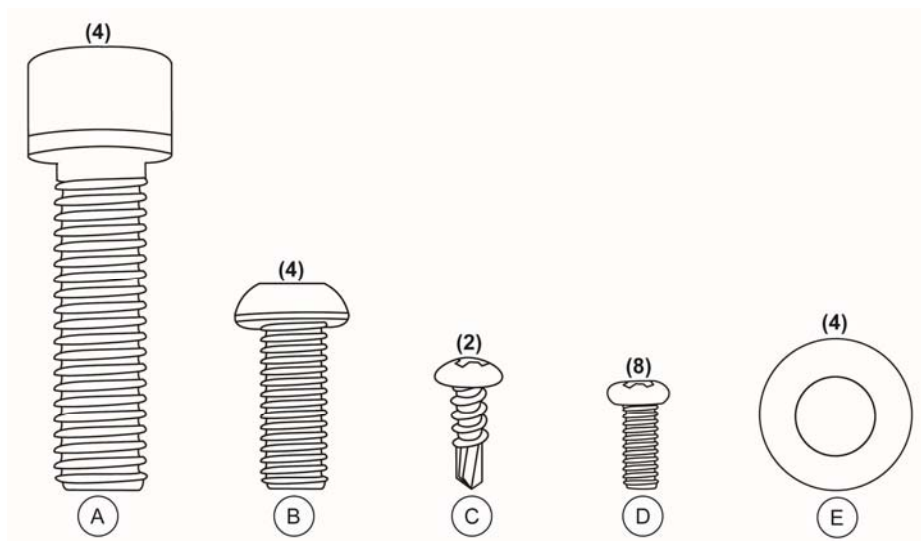

Figure 1
- (2) Couverts pour Support de l'Écran (Avant et Arrière)
- o Matériaux pour assemblage (voir Figure 1 à la page 9)
4. Positionnez la rampe centrale par dessus les supports de la rampe droite à gauche sur la plateforme. Attachez la rampe à la plateforme en utilisant les (4) vis M8 1.25 x 3/8 (b) et les (4) rondelles M8 (E). Utilisez la clé Allen 5mm pour serrer les vis. Ne pas trop serrer (voir Figures 1,2 et 4 aux pages 9 & 10).
5. Attachez doucement les rampes de gauche et droite à la rampe centrale en utilisant les (4) vis M10 1.5 x 1 ½ (A). Utilisez une clé Allen 8mm pour serrer les vis (voir Figures 1 et 2 à la page 9).
13. Alignez les quatre trous de montage à l'arrière du montage de l'écran avec les quatre trous de montage dans le support de l'écran. Attachez le montage de l'écran sur le support de métal de l'écran en utilisant les (4) vis à tête Phillips M4 (D). Utilisez un tournevis à tête Phillips pour serrer les vis (voir Figures 1 et 5 aux pages 9 & 10).
14. Placez les vis du couvercle du support du pivot par dessus les vis du pivot. Attachez les couvercles à l'arrière du montage de l'écran en utilisant les (4) vis à tête Phillips M4 (D). Utilisez un tournevis à tête Phillips pour serrer les vis (voir Figures 1 et 5 aux pages 9 & 10).
15. Attachez le socle de l'adaptateur au rail central en utilisant les (2) vis à feuilles de métal #8 x ½ (C). Utilisez un tournevis à tête Phillips pour serrer les vis (voir Figures 1 et 2 à la page 9).